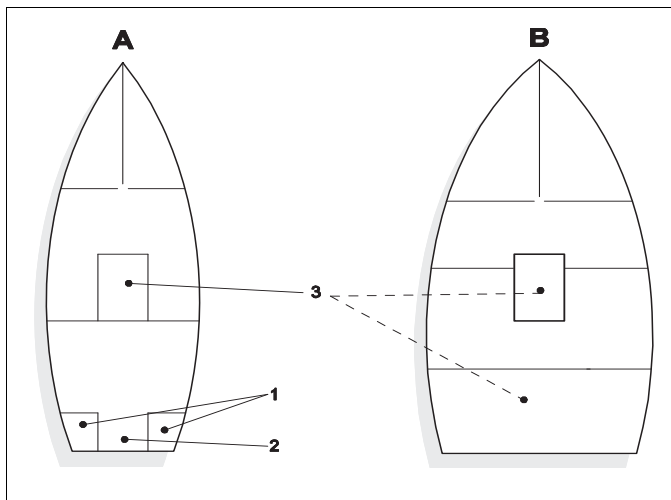

Рис. 2 Монтаж отопителя в кормовом рундуке (1), коробе управления (2) или моторном отсеке (3)
► Рекомендации по выбору места монтажа (см. Рис. 2):